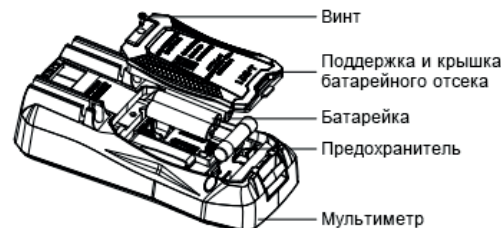

Рисунок 11
2. Замена батареи или предохранителя (рисунок 11):